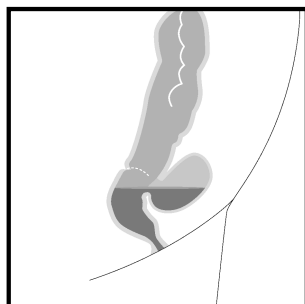

Fig. 1
3. Mida la cavidad con insuficiencia (longitud y diámetro) visualmente utilizando el endoscopio para determinar la longitud y el diámetro de la esponja. El tamaño de la esponja debe elegirse de modo que la misma quede solo dentro de la cavidad con insuficiencia, pero sin tocar la mucosa intacta. Después de tomar la medida, se retira el endoscopio (Fig. 1).